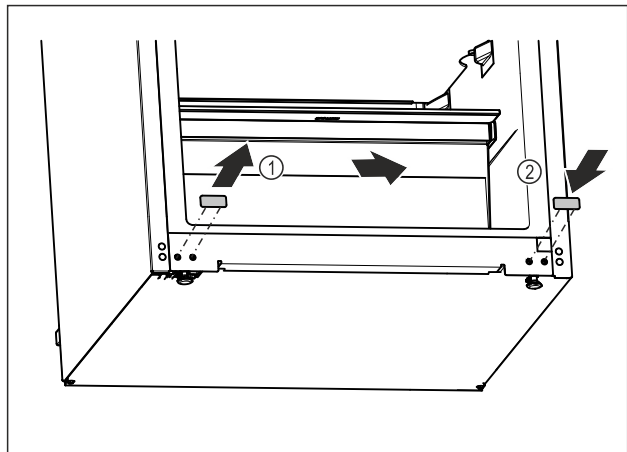

Fig. 20
- ▶ Витягніть заглушки. Fig. 20 (1)
- ▶ Вставте заглушки з протилежного боку. Fig. 20 (2)